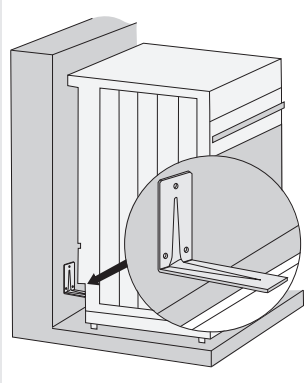

Abb. 1
- Positionieren Sie den kürzeren Teil des Winkelstücks auf die Markierung an der Wand. Der längere Teil des Winkelstücks muss die obere Fläche des Profils auf dem Rückteil des Geräts berühren (Abb. 1).